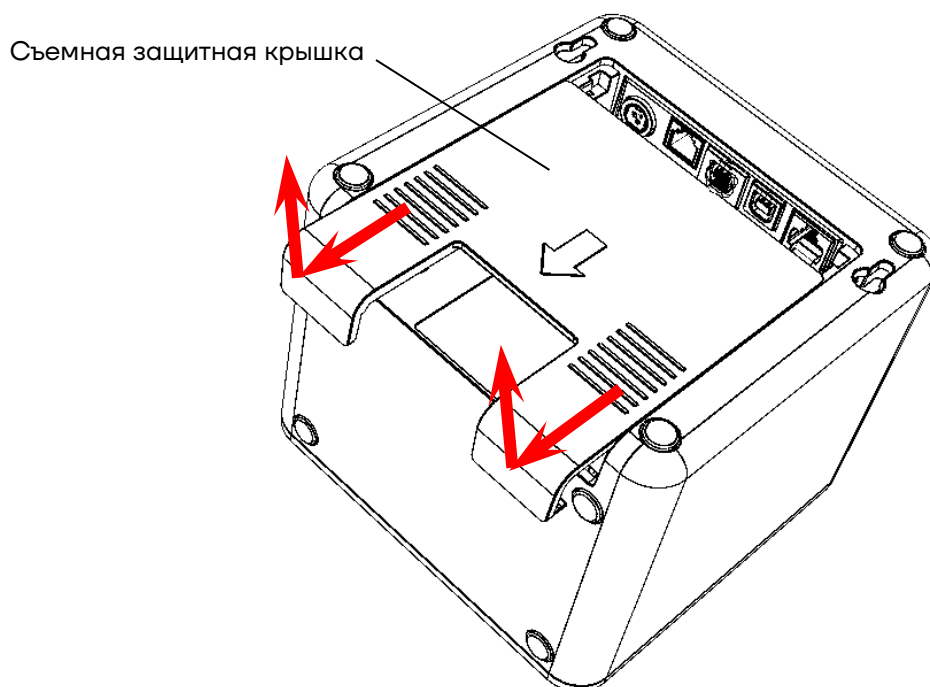

Рисунок 4. Отделение съемной защитной крышки от корпуса ККТ (показано направление приложения усилий)
- 9** При необходимости установить съемную защитную крышку на дно нижней части корпуса ККТ (см. рисунок 4).
14 При необходимости установить съемную защитную крышку (см. рисунок 4).